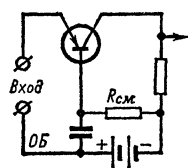

Рис. 79. Способ смещения для схемы, показанной на рис. 75.
**Л.** — Совсем нет. Простой резистор  $R_{см}$ , установленный между базой и отрицательным полюсом батареи, выполнит эту задачу точно так же, как это имеет место в схеме с ОЭ. Пользуясь случаем, я привожу также практическую схему смещения для схемы с ОБ (рис. 79).